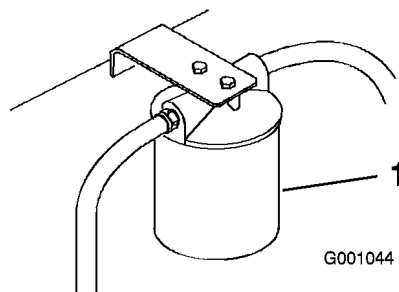

Figura 53
3. Coloque un recipiente bajo el filtro, retire el filtro usado y limpie con un paño la superficie de la junta del adaptador del filtro (Figura 53).